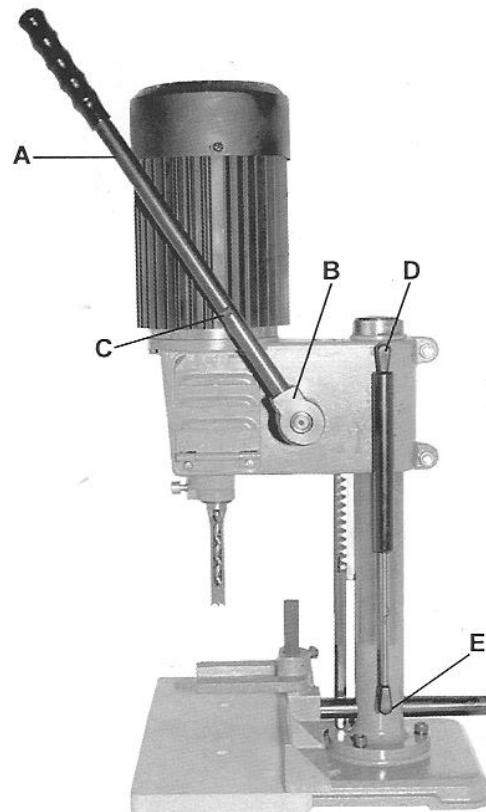

Fig 1
Schrauben Sie den Handhebel (A, Fig 1) mit einem Gabelschlüssel (C) im Kupplungsstück (B) fest.